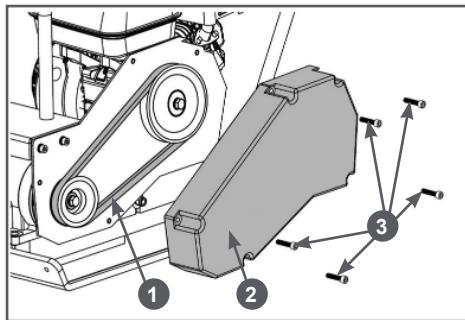

Рис. 31 Проверка состояния ремня
1. Открутите болты 3 крепления и снимите кожух 2 защитный ремня, чтобы получить доступ к ремню (Рис. 31).
2. Проверьте состояние ремня 1 (Рис. 31). Если ремень протерт, надорван или заметны иные повреждения, он должен быть немедленно заменен.
- Открутите болты 3 крепления и снимите защитный кожух 2 ремня (Рис. 31).